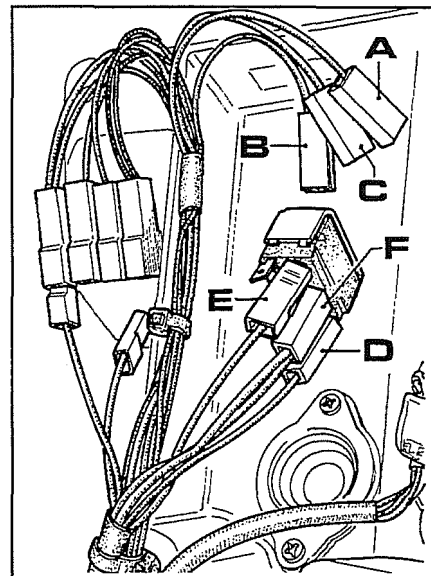

Fig. 44
8. Ligar os cabos da cablagem máquina **D-E-F** ao interruptor levanta/baixa respeitando a seguinte acoplagem (ver fig.44):